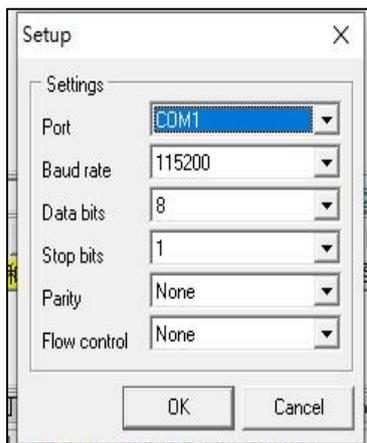

图 4-13 更多串口设置
2. 实体屏: 可以通过 USB 转 TTL 的调试线接调试串口出来用串口调试助手查看。如图 4-10 和图 4-11 所示。串口调试助手连接如图 4-12 所示, 点开更多串口设置可以调节其余设置如图 4-13。